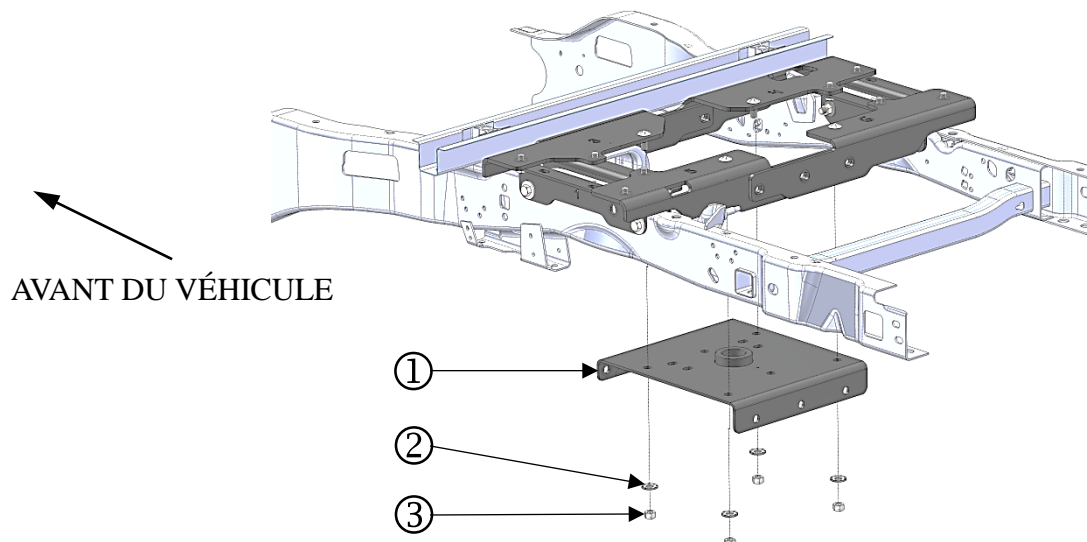

FIGURE 3
INSTALLATION DE LA SECTION CENTRALE DU COL-DE-CYGNE - Figures 3 et 4.
2. **Étape 1, Figure 3.** Depuis le dessous du véhicule, soulever la section centrale du col-de-cygne (#1) jusqu'à la partie inférieure des traverses de montage comme illustré, et insérer les boulons de carrosserie précédemment installés dans les traverses à travers les 4 trous extérieurs de la section centrale, puis fixer à l'aide de rondelle conique (4) 5/8" dia. (#2) et d'écrou hexagonal (4) 5/8-11 Gr. 8 (#3).